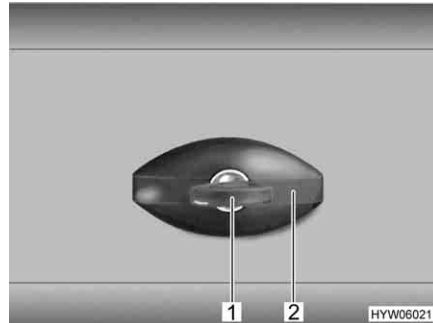

Bild 64 Klappenschloss, ellipsenförmig, verschlossen
- Schlüssel in Schließzylinder (Bild 64,1) stecken und eine viertel Umdrehung entgegen dem Uhrzeigersinn drehen. Schlossgriff (Bild 64,2) schnappt heraus.